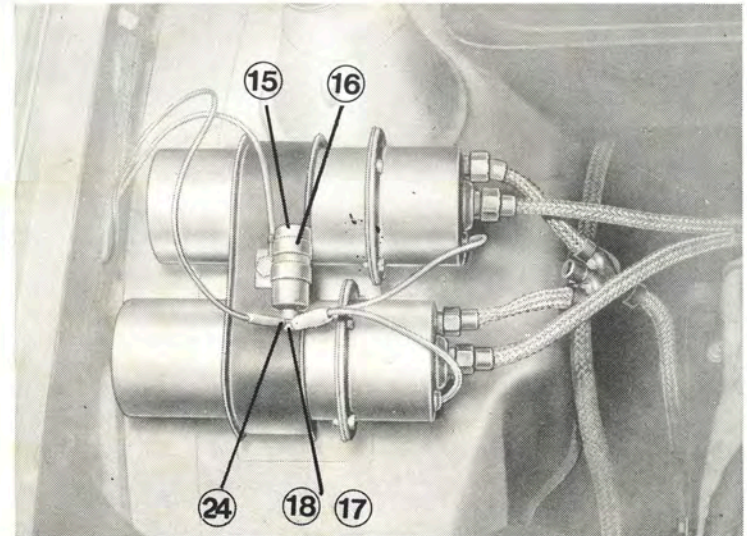

Bild 4 Montage der Zündspulen
Kabelbrücke und vorhandene Leitung werden mit einer Schraube (18) und Federring (17) am Entstörkondensator angeschraubt (Bild 4).